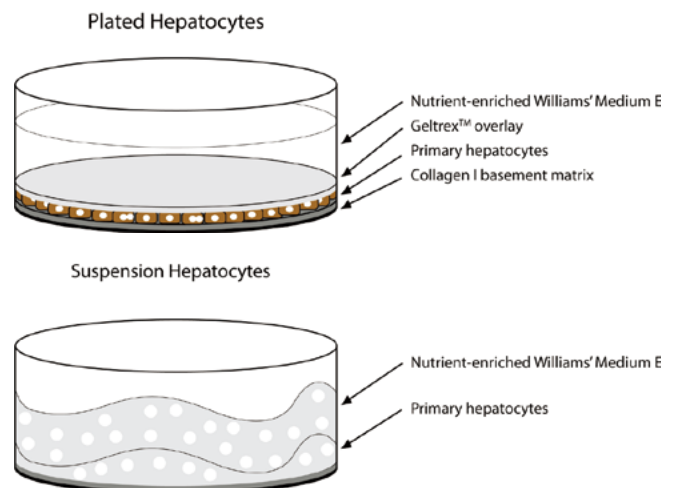

図 15. 浮遊肝細胞とプレート肝細胞のセットアップ
6. 細胞生存率と収量を決定します (詳細は肝細胞計数手順をご参照ください)。細胞を浮遊させて使用する場合は以下には進みません (図 15)。